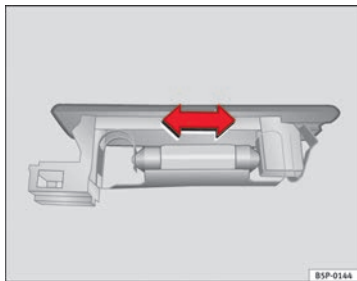

Abb. 167 Gepäckraum-
- Drücken Sie die Lampe zur Seite und nehmen Sie sie aus ihrer Halterung heraus ⇒ Abb. 167. ■